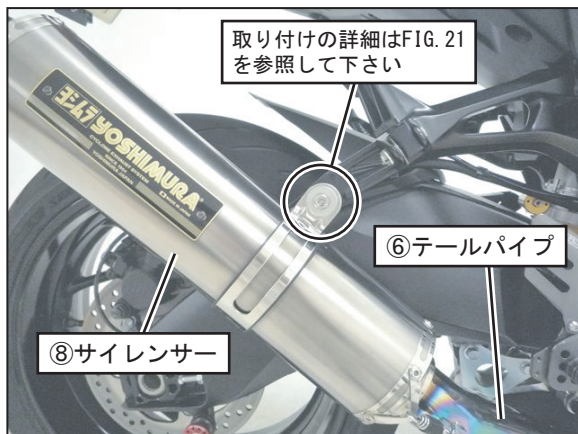

FIG. 19
18. ⑧サイレンサーをテールパイプに取り付け、⑮マフラスプリングフローティングをスプリング取付工具を使用して取り付けて下さい。(FIG. 19, 20 参照)
19. ⑨サイレンサーバンドに⑩サイレンサーバンド用スペーサーラバーを通してから⑧サイレンサーに通し、⑬キャップボルトM8×30、⑮平ワッシャM8×26、⑭フランジナットM8を使用して⑪サイレンサーステーに仮締めして下さい。(FIG. 19, 21 参照)